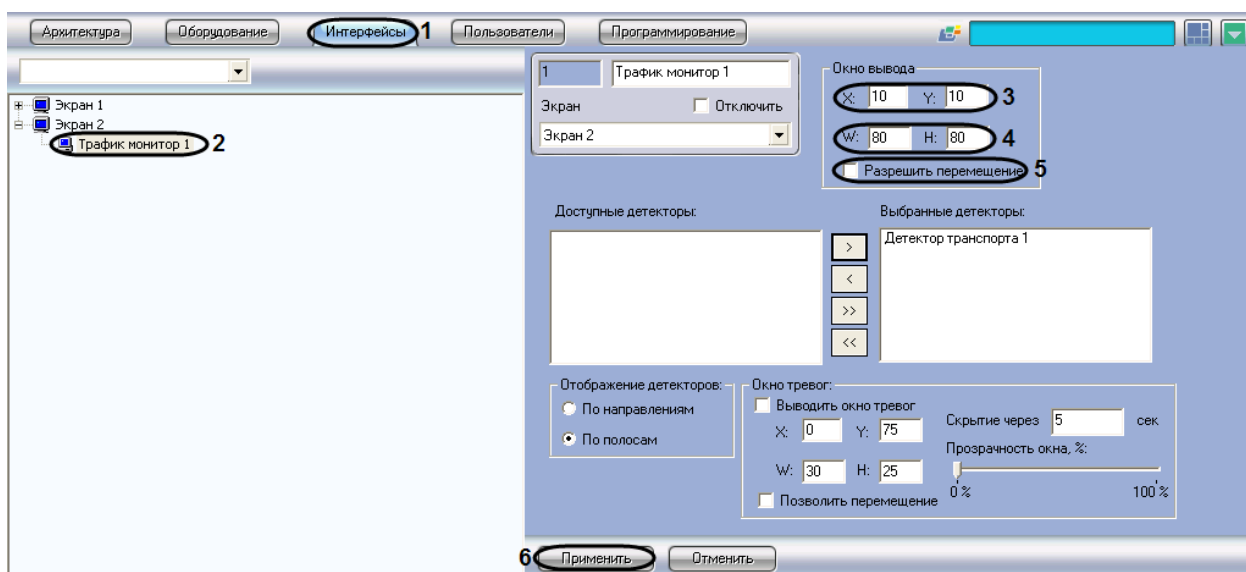

Рис. 7.7—1. Настройка размещения диалогового окна «Трафик монитор»
1. Перейти на вкладку «Интерфейсы» диалогового окна «Настройка системы» (см. Рис. 7.7—1, 1).
2. Выбрать в дереве объект «Трафик монитор» (см. Рис. 7.7—1, 2).
3. По умолчанию диалоговое окно «Трафик монитор» выводится в центральной части экрана (с координатами положения верхнего левого угла: $X = 10$, $Y = 10$). Для изменения положения на экране необходимо задать координаты его расположения в полях «X» и «Y» (см. Рис. 7.7—1, 3). Значения полей «X» и «Y» соответствуют координатам расположения левого верхнего угла диалогового окна на экране и выражаются в процентном соотношении относительно размеров экрана по горизонтали и вертикали соответственно.
4. По умолчанию диалоговое окно «Трафик монитор» занимает 64 % от общего пространства экрана (80% ширины и высоты экрана). Для изменения размера диалогового окна необходимо задать его ширину в поле «W» и высоту в поле «H» (см. Рис. 7.7—1, 4). Значение полей «W» и «H» выражаются в процентном соотношении относительно размеров экрана по горизонтали и вертикали соответственно.
5. По умолчанию диалоговое окно «Трафик монитор» нельзя свободно перемещать по экрану. В том случае, если требуется разрешить перемещение диалогового окна, необходимо активировать флажок «Разрешить перемещение» (см. Рис. 7.7—1, 5).
6. Нажать кнопку «Применить» (см. Рис. 7.7—1, 6).